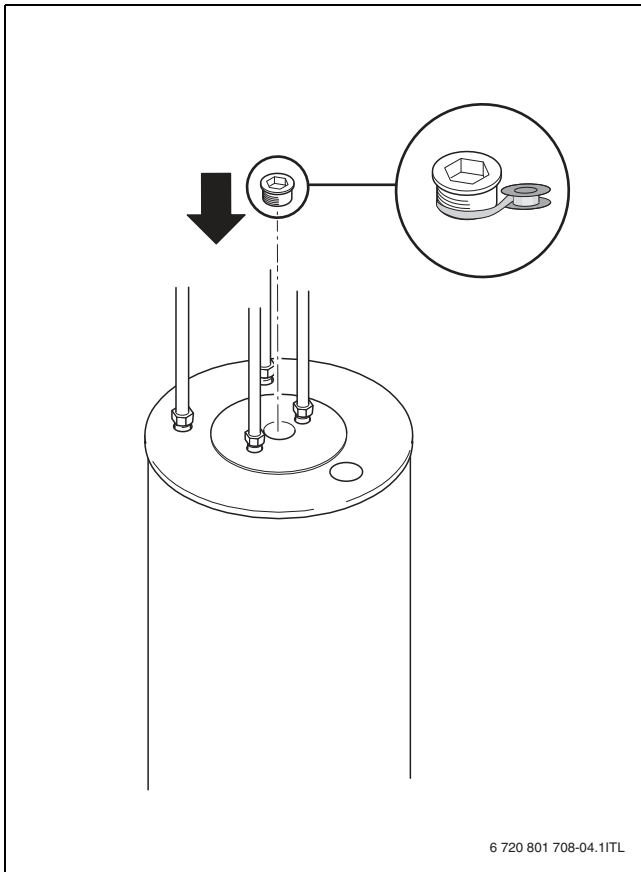

Fig. 16
- ▶ Заверните пробку контрольного отверстия с новым уплотнением (→ рис. 16, стр. 56).